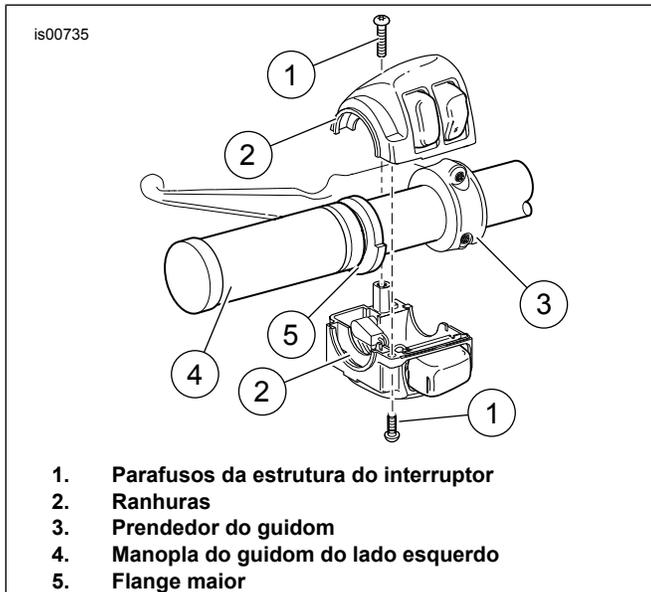

Figura 1. Estrutura do interruptor do guidom do lado esquerdo
1. Veja Figura 1. Remova os dois parafusos com arruelas lisas que fixam o prendedor do guidom (3) no suporte da alavanca da embreagem. Remova o grampo e posicione o conjunto da alavanca manual da embreagem fora do guidom.
2. Afrouxe, mas não remova, os parafusos superior e inferior da estrutura do interruptor (1).